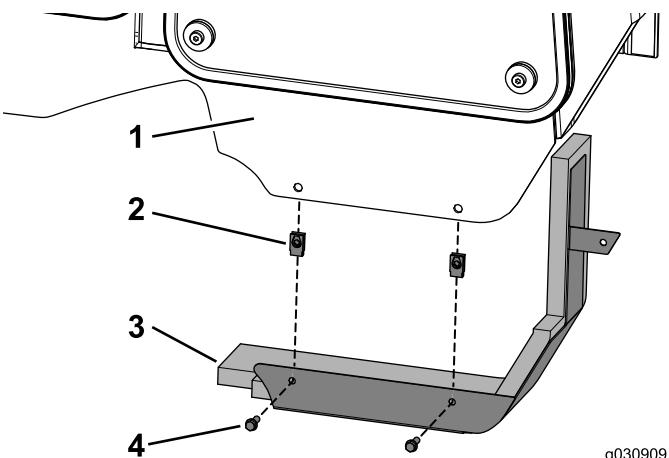

Figura 29
- Instale las 2 tuercas rápidas en el bastidor de la cabina (Figura 29).
- Sujete el panel a la cabina usando los 2 pernos ($\frac{1}{4}$ " x $\frac{3}{4}$ "), como se muestra en Figura 29.